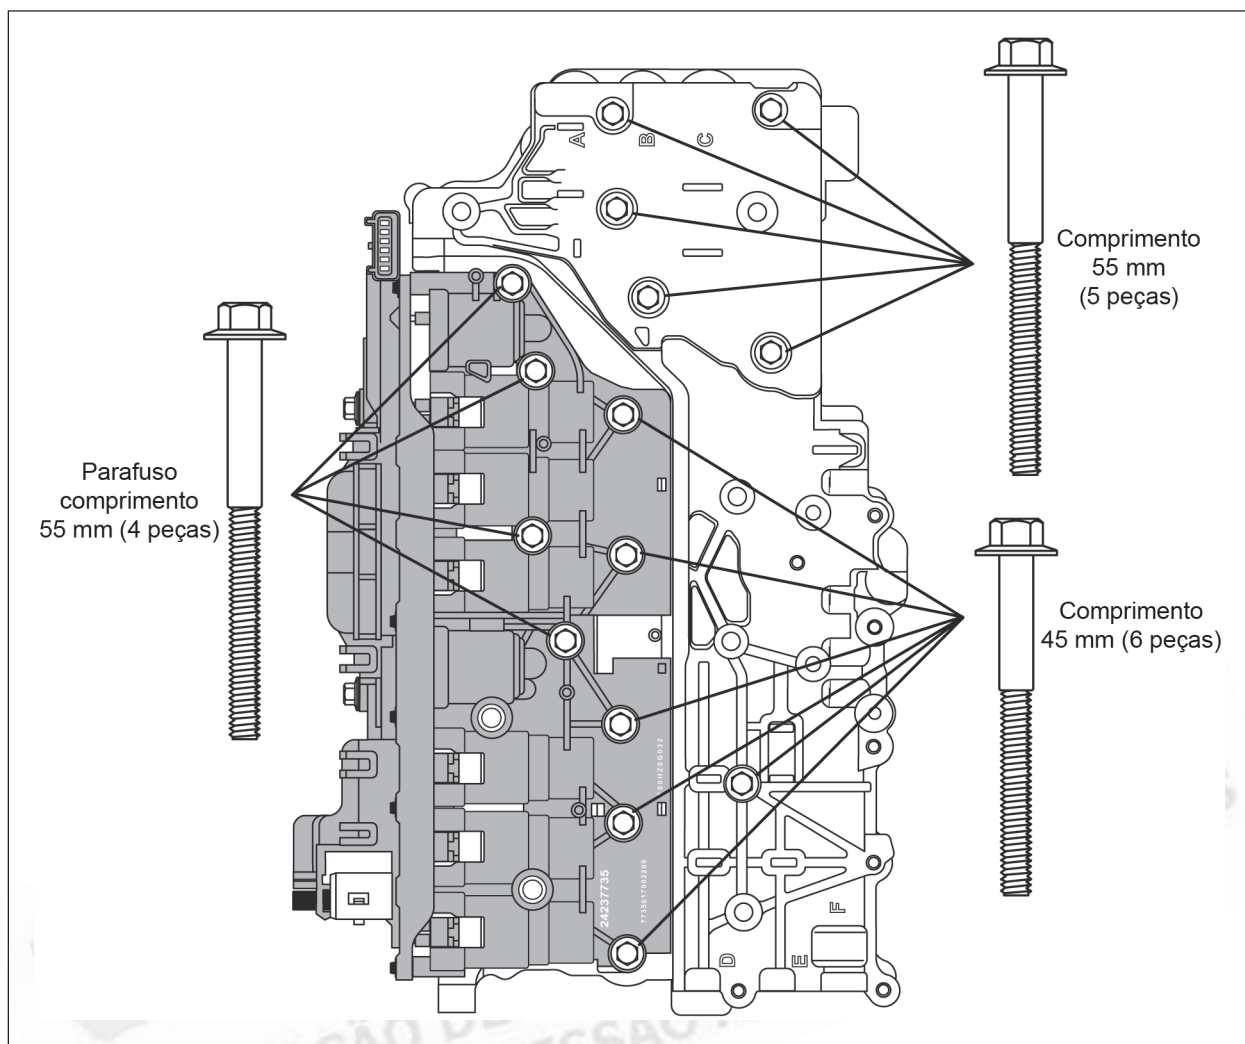

Figura 147
26. Instale os nove (9) parafusos com comprimento de 55 mm do corpo de válvulas nas posições mostradas na figura 147, e aperte somente com as mãos nesta ocasião.
27. Instale os seis (6) parafusos com comprimento de 45 mm nas posições mostradas na figura 147, e aperte somente com as mãos nesta ocasião.